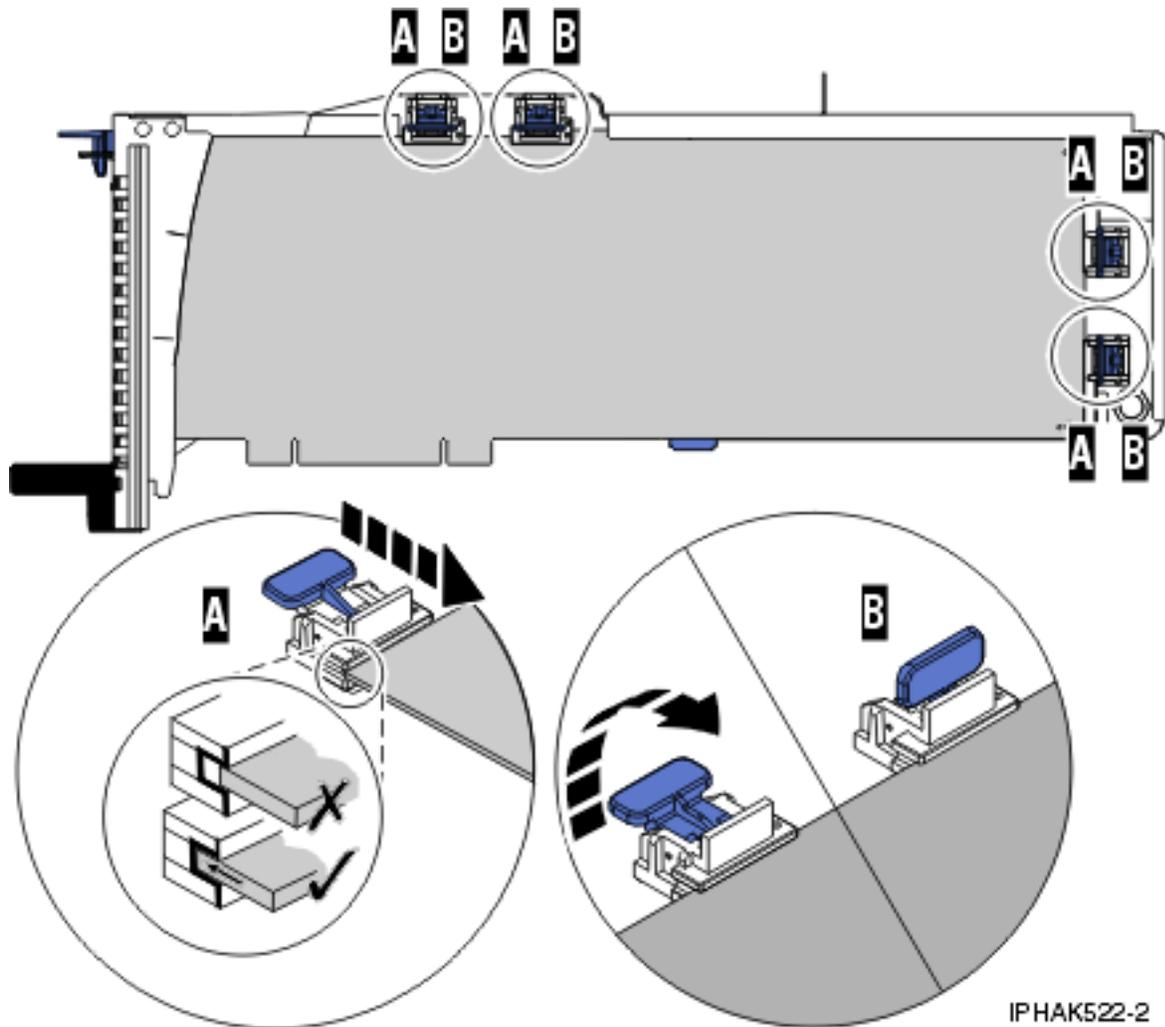

Figure 94. Installation d'une carte longue dans la cassette de cartes PCI (crochets de retenue et stabilisateur en place)
- a) Placez et verrouillez les crochets de retenue (B). Pour plus d'informations, voir figure 94, à la page 205.
- b) Vérifiez que le bord de la carte est emboîté dans chaque rainure de retenue (A). Si la forme de l'adaptateur ou la présence d'un connecteur empêche le bord de l'adaptateur de reposer dans la rainure de retenue, vérifiez que le crochet de retenue est toujours maintenu